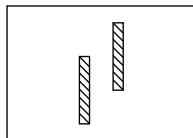
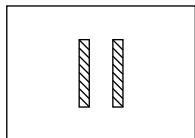
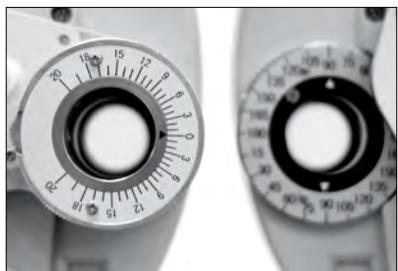

图 55
图 56
图 57
(2) 垂直斜视
旋转辅助镜片旋钮②, 将左眼设置为 $10 \Delta I$, 以使字母柱完全分开。如果被测者有垂直斜视时, 如图 55 所示, 转动旋转棱镜到另一眼, 0 位水平(图 57)。转动 棱镜旋扭⑪ 使上下无区别(图 56), 旋转棱镜值为垂直斜视度。